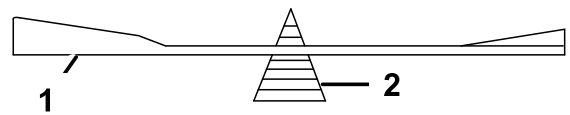

Figura 69
2. Controllate l'equilibrio della lama posizionandola su un bilanciatore (Figura 69).